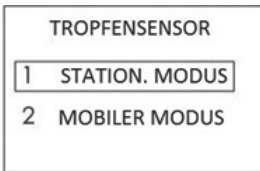

Abb. 48: Tropfsensor Einstellungen
- Sie können nun mit der  -und -Taste zwischen den beiden Modi wählen (Abb. 48). Bestätigen Sie Ihre Auswahl mit der -Taste.